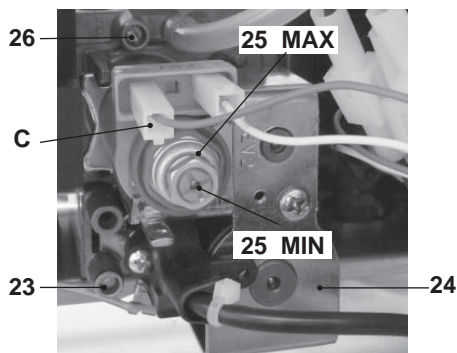

Fig. 7.3
Prelevare un'abbondante quantità d'acqua calda sanitaria. Confrontare il valore di pressione misurato con quello indicato nelle tabelle "Pressione gas massima al bruciatore" Fig. 7.4 e Fig. 7.5. Per tarare la pressione al bruciatore agire sul dado esagonale grande in ottone dell'operatore modulante 25 max in Fig. 7.3 (ruotando in senso orario la pressione aumenta).
- A caldaia spenta (fuori servizio), controllare la pressione di alimentazione utilizzando la presa 23 in Fig. 7.3 e confrontare il valore letto con quelli riportati nella tabella Pressioni di alimentazione gas nella sezione "Dati tecnici" pag. 24.
- Richiudere bene la presa di pressione 23 in Fig. 7.3.
- Aprire la presa di pressione 26 in Fig. 7.3 e collegare un manometro.
- Sconnettere il filo di alimentazione C dell'operatore modulante 25 . Fare attenzione che non vada a toccare le parti metalliche della caldaia Fig. 7.3.
- Confrontare il valore di pressione misurato con quello indicato nelle tabelle "Pressione gas minima al bruciatore" Fig. 7.6 e Fig. 7.7. Per tarare la pressione al bruciatore agire sulla vite in plastica (25 MIN. in Fig. 7.3) tenendo fermo il dado esagonale in ottone grande (25 MAX. in Fig. 7.3) dell'operatore modulante (ruotando in senso orario la pressione aumenta).
- Collegare il filo di alimentazione C in Fig. 7.3 dell'operatore modulante.
- **Chiudere molto bene la presa di pressione 26 in Fig. 7.3.**
- Aprire la presa di pressione in Fig. 7.3 e collegare un manometro.